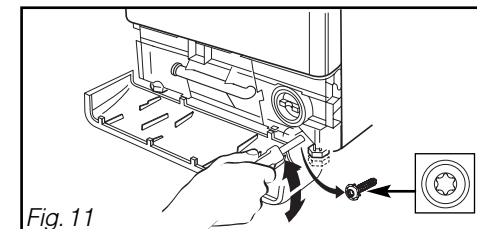

Fig. 11
- Desserrez les 2 vis servant au blocage des pieds à l'aide d'un tournevis TORX T20 (Fig. 11).